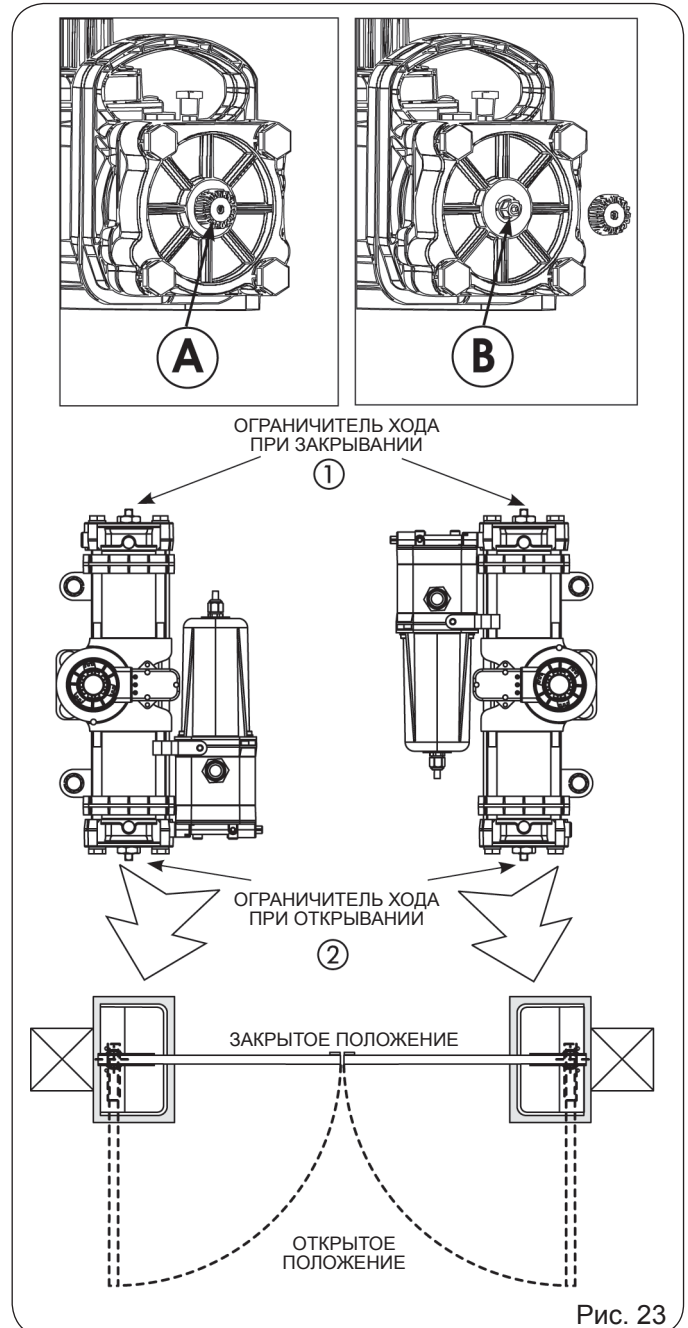

Рис. 23
- 3) Отвинтите колпачок (рис. 23, позиция А) винта ограничителя хода при закрывании (рис. 23, позиция 1).
- 4) ОТВИНЧИВАЙТЕ винт (рис. 23, позиция В) ограничителя хода при закрывании (рис. 23, позиция 1) до тех пор, пока створка не начнет двигаться.
- 5) Затяните колпачок (рис. 23, позиция А) винта ограничителя хода.
- 7) Отвинтите колпачок (рис. 23, позиция А) винта ограничителя хода при открывании (рис. 23, позиция 2).
- 8) ОТВИНЧИВАЙТЕ винт (рис. 23, позиция 2) ограничителя хода до тех пор, пока створка не начнет двигаться.